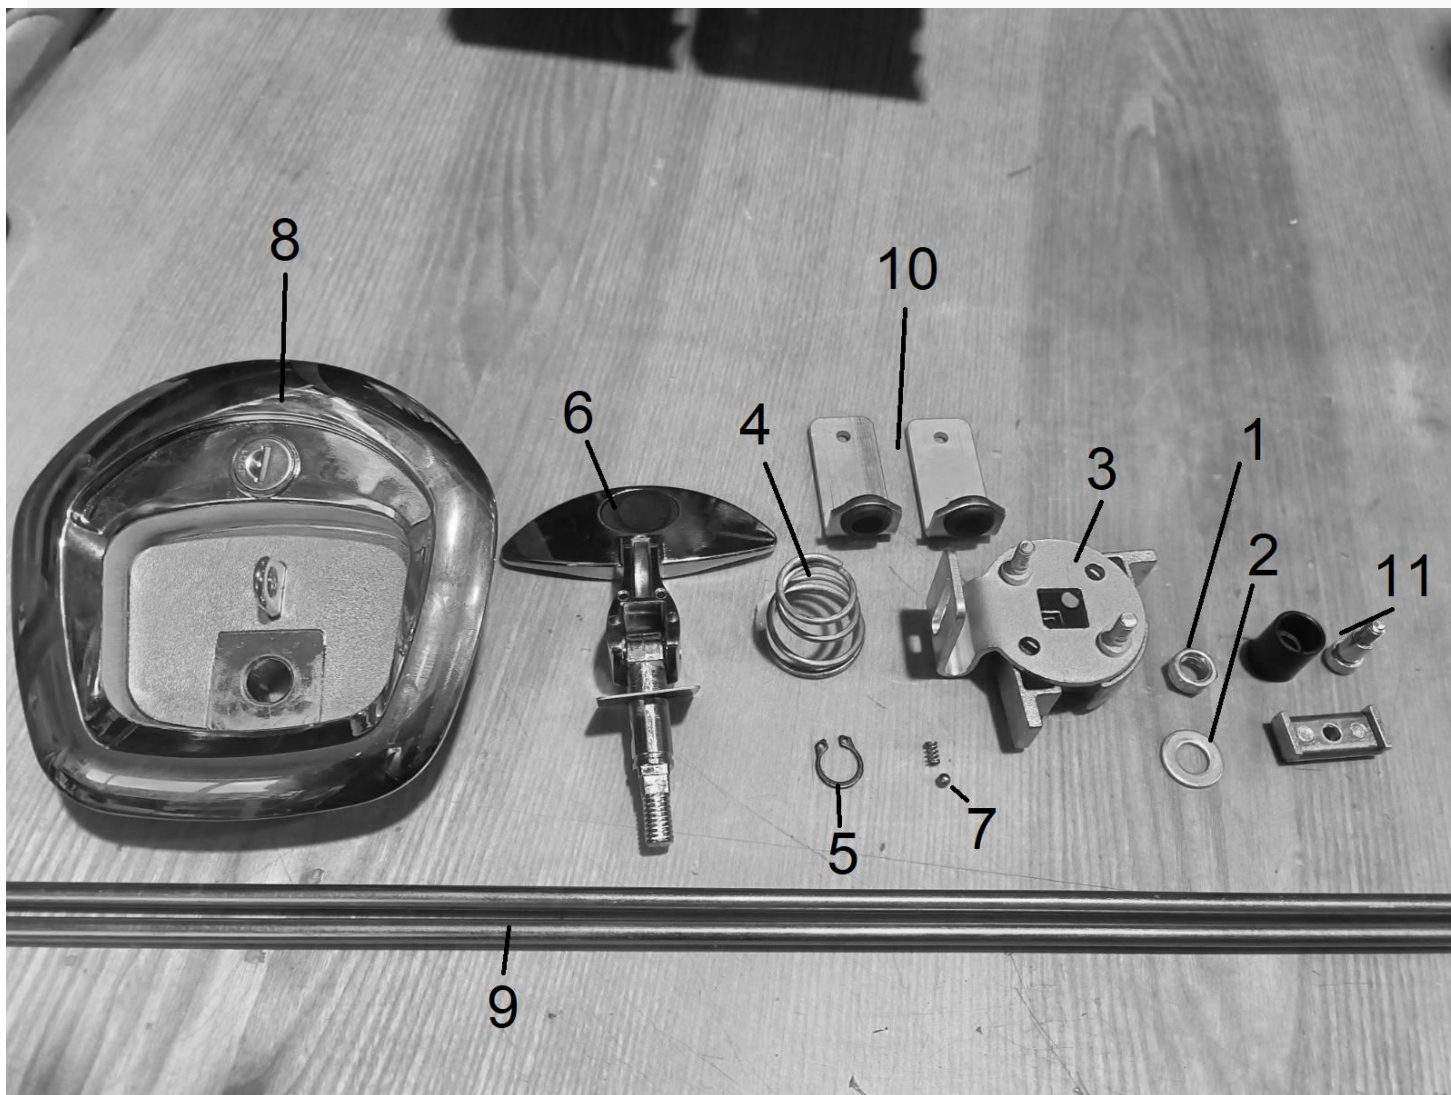

Рис. 5.15 - Елементи замка двері
- витягнути механізм замка (3) з пружиною (4) (рис 5.15) яка буде знаходитись під ним;
- витягнути язичок замка (6) (рис 5.15) із зворотної сторони;
Увага! При встановленні нового комплектуючого повинна бути присутня кулька (7) (рис.5.15) яка втискається в корпус язичка який замінюється.